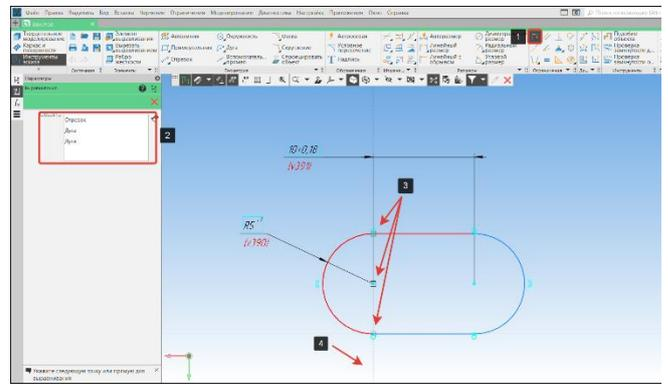

Рисунок 119 – Команда Выравнивание
- Проставим размеры на эскизе шпоночного паза согласно чертежу (Рисунок 119);
- Для того, чтобы исключить возможность изменения геометрии эскиза выровняем центр окружности (3) и точки отрезков (3) на вертикальной прямой (4), используем команду Выровнять (1). Объекты выравнивания отобразятся в окне Объекты (3) (Рисунок 119);